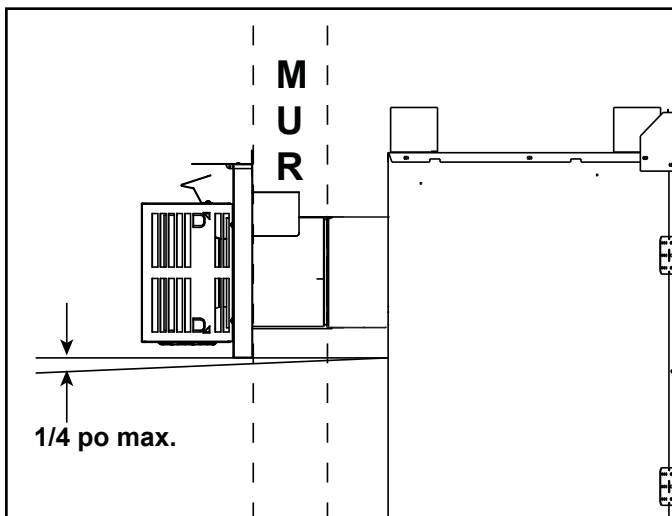

Figure 4.8
- Le chapeau de l'extrémité horizontale devrait avoir une inclinaison vers le bas de 6,35 mm afin de permettre à toute humidité du chapeau d'être libérée. Voir la figure 4.8.